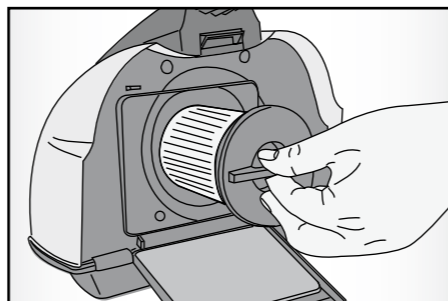

Fig. 8
- Пылесборник (7) можно вычистить изнутри. Для этого необходимо снять моющийся фильтр, повернув его против часовой стрелки и вынув наружу (Рис. 8).